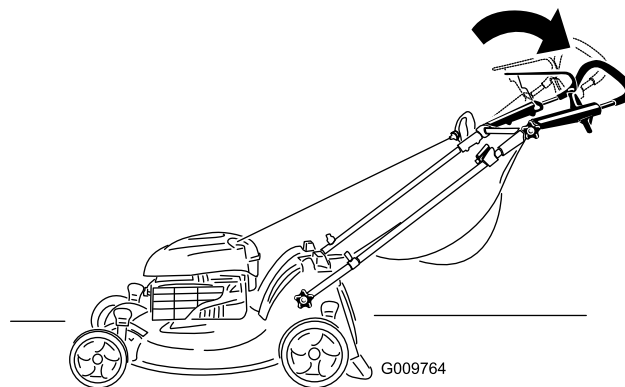

Рисунок 18
2. Переведите верхнюю часть рукоятки в необходимое положение (Рисунок 18).